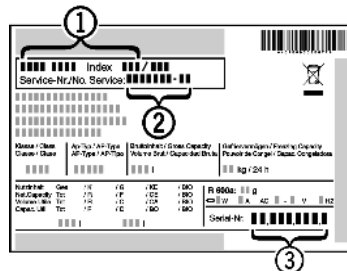

Fig. 21
- ▶ Leggere la denominazione dell'apparecchio *Fig. 21 (1)*, il n° assistenza *Fig. 21 (2)* e il n° di serie *Fig. 21 (3)* sulla targhetta identificativa. La targhetta identificativa è situata all'interno dell'apparecchio, sul lato sinistro.
- ▶ Informare il servizio di assistenza e comunicare il difetto, la denominazione dell'apparecchio *Fig. 21 (1)*, il n° assistenza *Fig. 21 (2)* e il n° di serie *Fig. 21 (3)*.